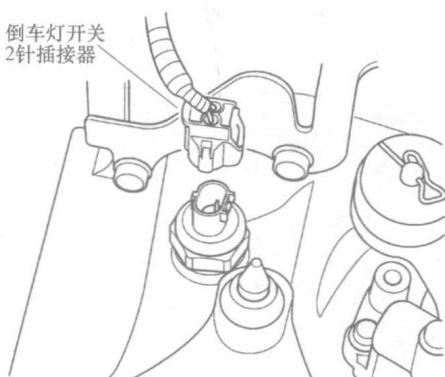

图 2-3 断开插接器
- 1) 断开倒车灯开关 2 针插接器，如图 2-3 所示。